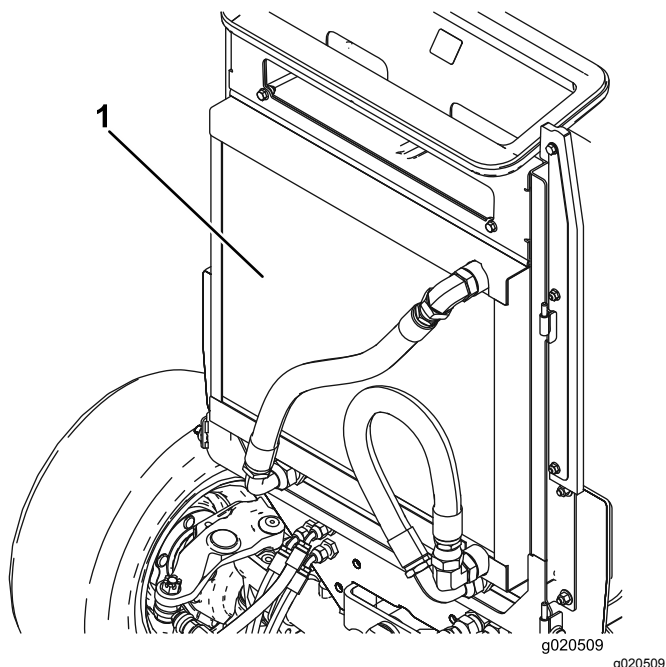

Figura 103
4. Limpe ambos os lados do radiador/refrigerador (Figura 103) com ar comprimido. Comece a partir da parte frontal e sopre os detritos para fora na direção da parte posterior. Depois, limpe a partir da parte posterior e sopre na direção da parte frontal. Repita o procedimento várias vezes até remover toda a sujidade e detritos.